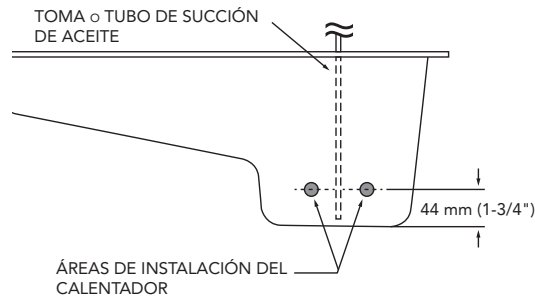

Figura 5.
4. Instale el calentador de aceite en la parte de abajo del interior del recolector de aceite o del depósito. No instale el calentador debajo de 44 mm (1 3/4 de pulgada) del fondo o de las paredes del depósito. Mantenga el calentador alejado de los objetos internos. Véase la Figura 5.